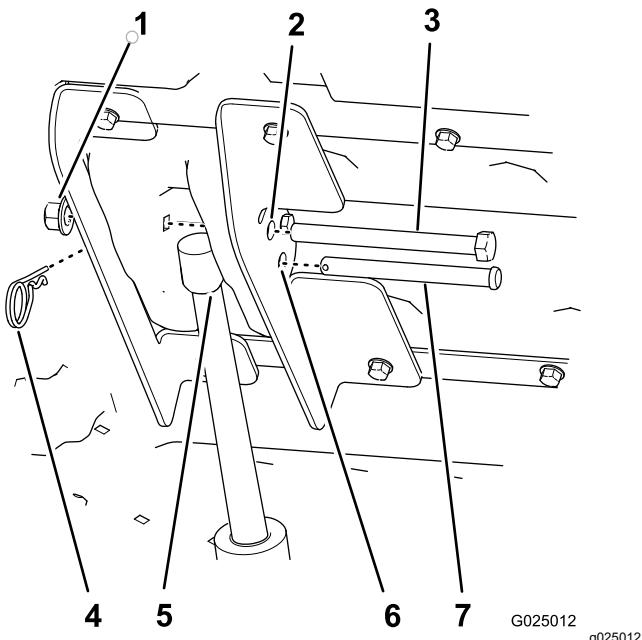

Figura 11
- Pressione a aleta superior do interruptor do elevador da caixa para estender a barra do acionamento da elevação até que o furo na barra fique alinhado com os furos nos suportes de elevação interior e exterior (Figura 11).
- Fixe a barra do acionador do elevador aos suportes do elevador com o passador de forquilha (3 1/2 pol.) e o contrapino (Figura 11).
- Alinhe o parafuso de cabeça sextavada (1/2 x 5 1/2 pol.) através dos restantes furos de 12,7 mm nos suportes interior e exterior do elevador (Figura 11) e prenda com uma porca de bloqueio (1/2 pol.) até que a porca esteja fixa.
2. Remova o perno de gancho e o passador de forquilha que prendem a barra do acionador aos suportes interior e exterior do elevador (Figura 11).
7. Desça a plataforma e alinhe o acionador do elevador com os suportes do elevador (Figura 11).
8. Prenda o acionador do elevador com os suportes do elevador com o passador de forquilha e contrapino (Figura 11).